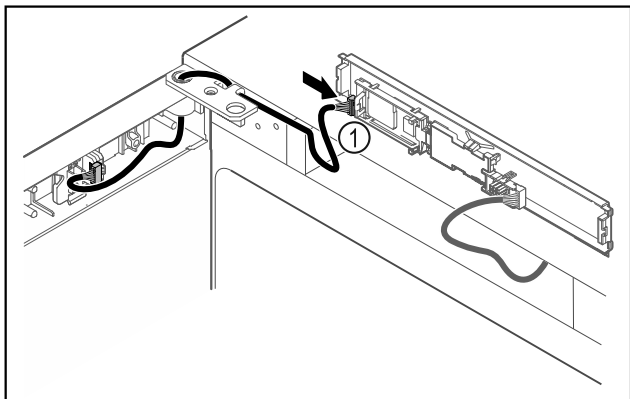

Fig. 44
- ▶ Включете щекера Fig. 44 (1) на платката.